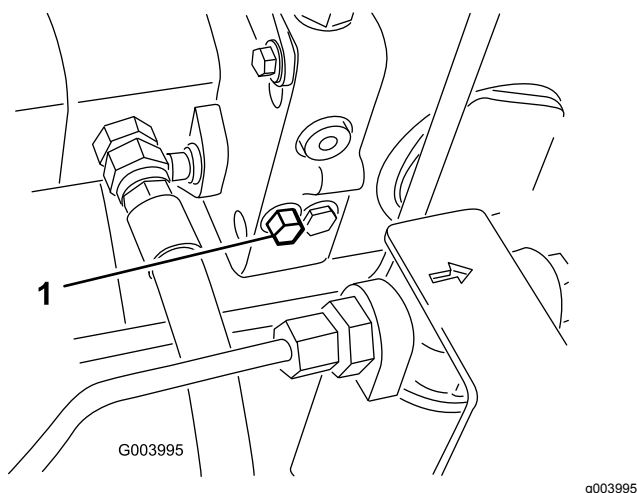

Figura 55
1. La valvola di bypass è situata sul lato sinistro dell'idrostatato (Figura 55). Fate ruotare di un giro e mezzo il bullone per aprire e lasciare bypassare l'olio all'interno. Dal momento che il fluido viene bypassato, potete spostare lentamente la macchina senza danneggiare la trasmissione.